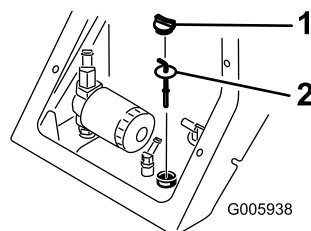

図 15
5. 油圧オイル・タンクの注油口の周囲をきれいに拭く（図 15）。
6. ディップスティック兼キャップを引き抜いてディップスティックで油量を点検する（図 15）。